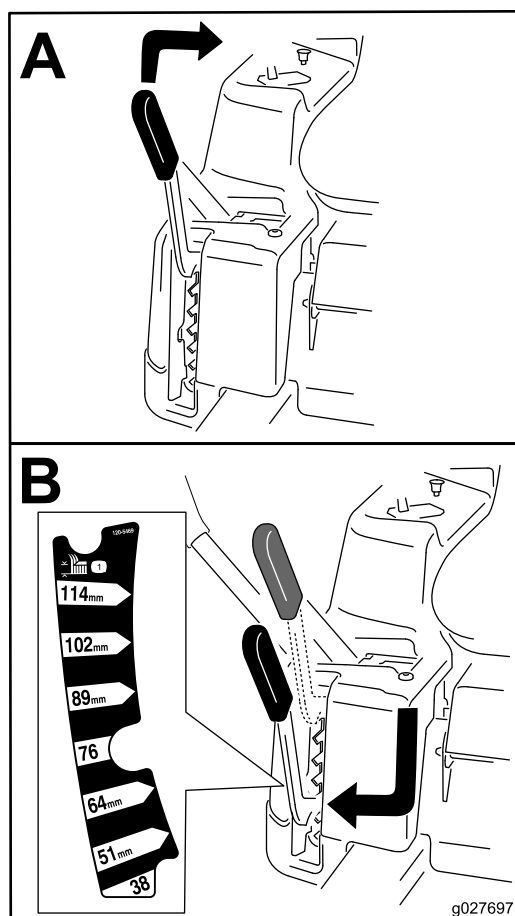

Figura 14
**Nota:** La posición de transporte es la posición de altura de corte más alta (115 mm), según se muestra en Figura 14.